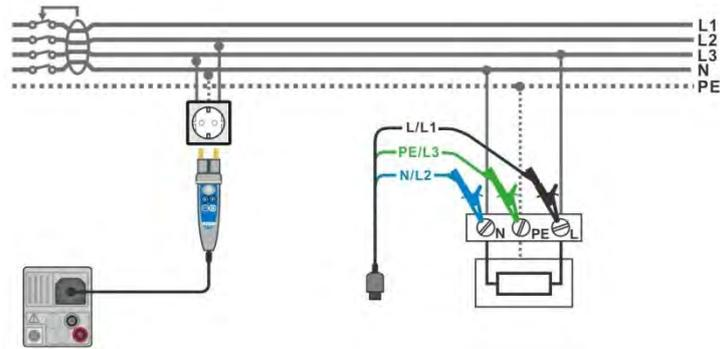

Abbildung 7.23: Anschluss des Commander-Prüfsteckers und die Dreileiter-Prüfleitung
- › Schließen Sie die Prüfleitungen am Prüfling an, siehe **Abbildung 7.23**.
- Schließen Sie die Prüfleitungen am Prüfling an, siehe **Abbildung 7.23**.
- › Schließen Sie die Prüflösungen oder den Commander Prüfstecker am Prüfling an, siehe **Abbildung 7.23**.
<ul style="list-style-type: none"> Wählen Sie die Funktion RCD Auto. Stellen Sie die Prüfparameter / Grenzwerte ein. Schließen Sie die Prüfleitungen am Messgerät an. Schließen Sie die Prüfleitungen oder den Commander Prüfstecker am Prüfling an, siehe Abbildung 7.23. Starten Sie die Messung. 	Beginn der Prüfung